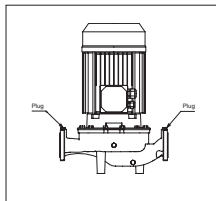

FIG. 4: Propper nødvendige ved kontrol af pumpernes påfyldning
- a) Fjern proppen/den sekskantede hætte, der er placeret øverst på pumpehuset (FIG. 4)